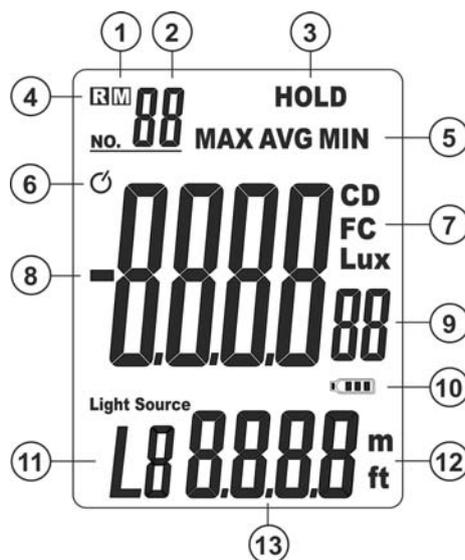

Fig. 2: Descrizione del display
- Premere il tasto **MEM/READ** per salvare nella memoria interna il dato presente a display. L'indicazione della locazione di memoria (max 99 locazioni) e il simbolo "M" (vedere Fig. 2 – parti 1 e 2) sono mostrate istantaneamente nella parte alta sinistra del display.
5. Usare i tasti freccia **▲** o **▼** per la selezione dell'unità di misura della distanza "m" o "ft" (vedere Fig. 2 – parte 12) e confermare con il tasto **LX/FC/CD**